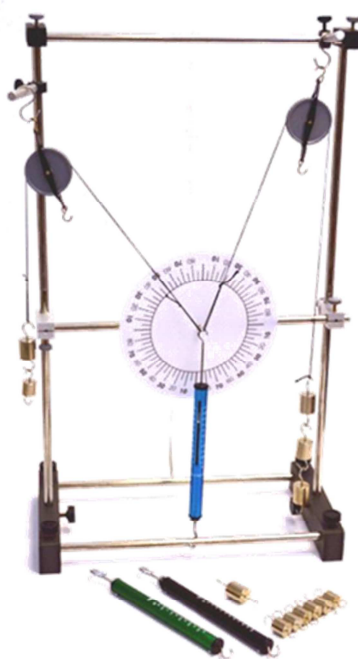

Figura 10-1
1. Configure el aparato como se muestra en la Figura 10-1